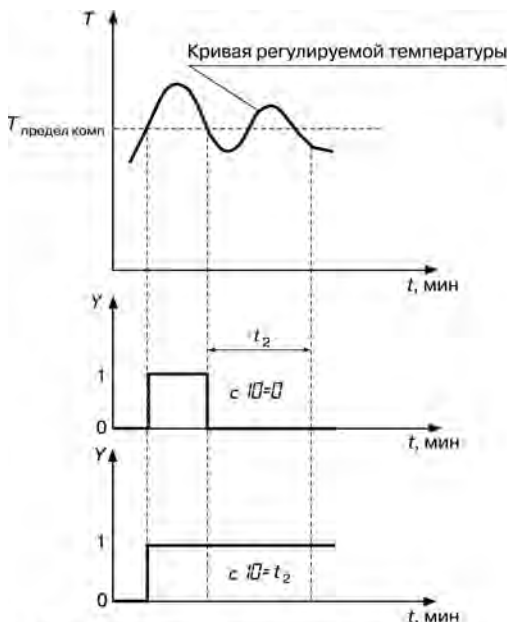

Рис. 3.20. Задержка отпускания компаратора: компаратор "не отпустил"
- если время нахождения управляемой величины ниже установленного предела после срабатывания компаратора меньше t_2 (установленного времени задержки отпускания компаратора), то отпускания не происходит (рисунок 3.20).